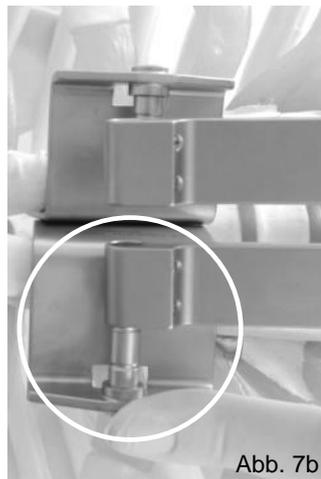

Abb. 7b
- In den Zwischenraum zwischen den freien Enden der beiden Blattzapfen nacheinander die distalen Enden der beiden Arme einsetzen und die jeweilige Bohrung der Arme über den Blattzapfen schieben. Dies kann wahlweise bei fest geschlossenem oder bei ca. 100 mm weit geöffnetem Spreizerrahmen erfolgen. Die zweite Option ist möglicherweise etwas komfortabler, weil der unbewegliche Arm mühelos über den aus Sicht des Operateurs linken Zapfen geschoben werden kann, danach der bewegliche Arm vollständig an den feststehenden Arm transportiert wird und dann unter leichtem Kippen des linken Blatts in den Zapfenzwischenraum geführt und über den rechten Zapfen geschoben werden kann – durch entsprechend weites Öffnen des Rahmens (vgl. Abb. 7b und 7c).